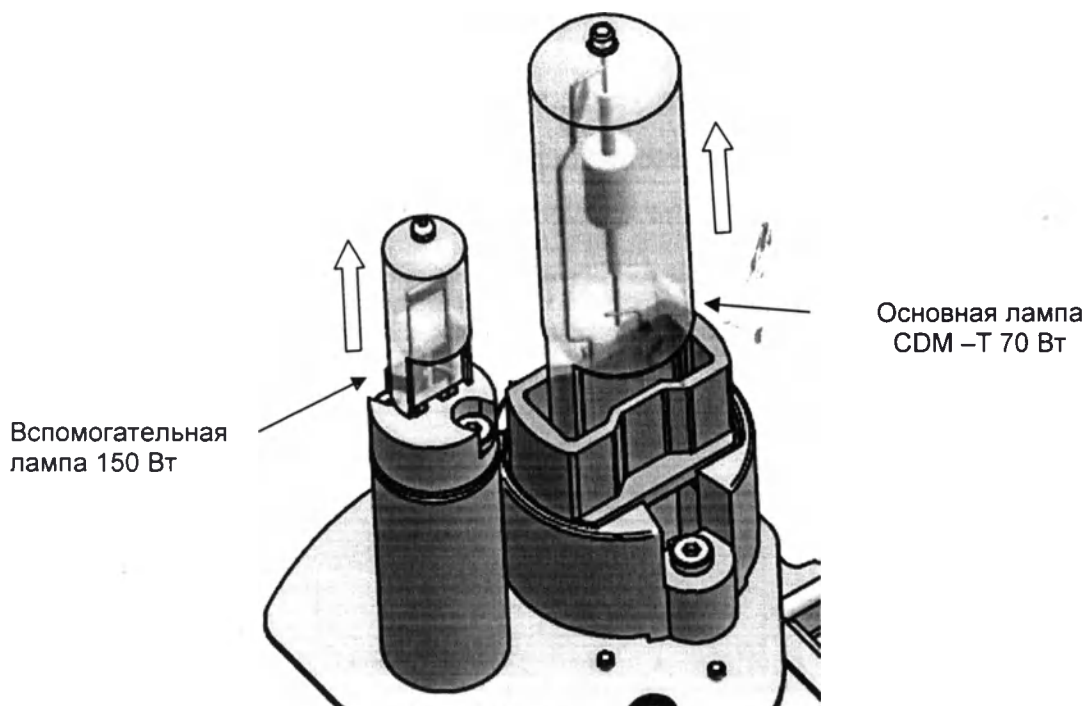

Рис. 7. Замена лампы
- установите новую лампу (рис. 7), поставленную компанией FAMED Żywiec S.A.,